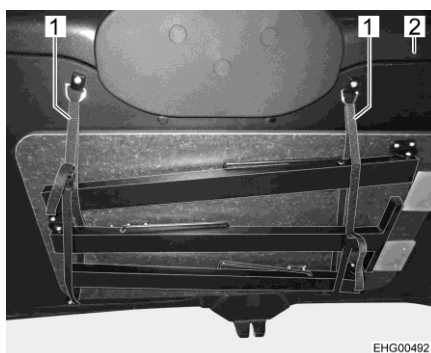

Bild 14 Bord (fäst på bakluckan)
- Sätt fast bordet på baklucka (Bild 14,2) med två remmar (Bild 14,1).